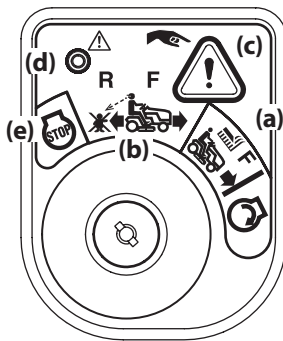

Figure 16
2. Tournez la clé de la position de tonte normale (a) à la position de tonte en marche arrière (b). Voir Figure 16.
3. Pressez le bouton du mode de tonte en marche arrière (c) qui se trouve sur le coin supérieur droit du tableau de bord pendant trois secondes. Le témoin lumineux rouge (d) dans le coin supérieur gauche s'allume lorsque le bouton de marche arrière est activé. Voir Figure 16.
Le mode de tonte en marche arrière (b) demeure activé jusqu'à ce que (voir Figure 16 à la page 75) :